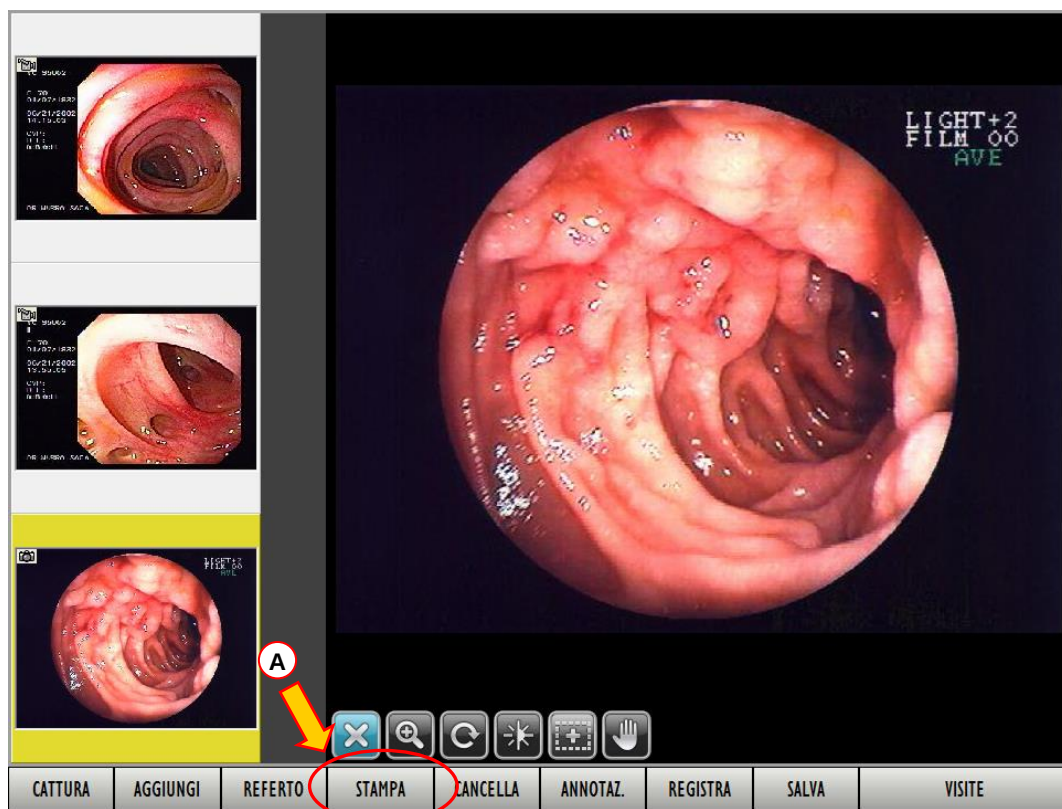

Fig 90 - Visita
Si aprirà la schermata di “Dettaglio visita” (Fig 90)
➤ cliccare il pulsante **STAMPA** sulla barra comandi (Fig 90 A).
Si aprirà la schermata di “Dettaglio visita” (Fig 90).
- cliccare il pulsante  (Fig 90 **A**).